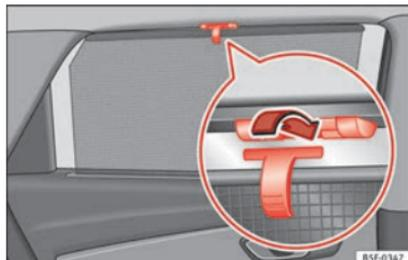

Abb. 142 Fenster hinten: Sonnenblende.
- Ziehen Sie das Rollo aus und hängen es in den Haken am oberen Türrahmen ein » Abb. 142.